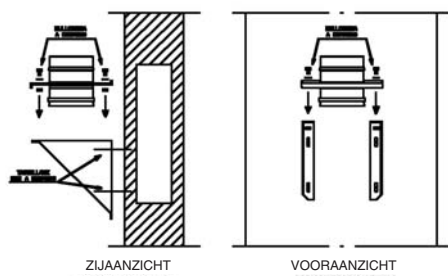

FIG. 3A Installatie paar steunen met tussenplaat
- De twee elementen van het stel steunen bevestigen tegen de muur, zodat er tussen hen beiden een horizontaal steunvlak gecreëerd wordt. Dan de tussenplaat bevestigen door de moeren op de respectievelijke bouten vast te vijzen zoals aangegeven in Fig.3a.